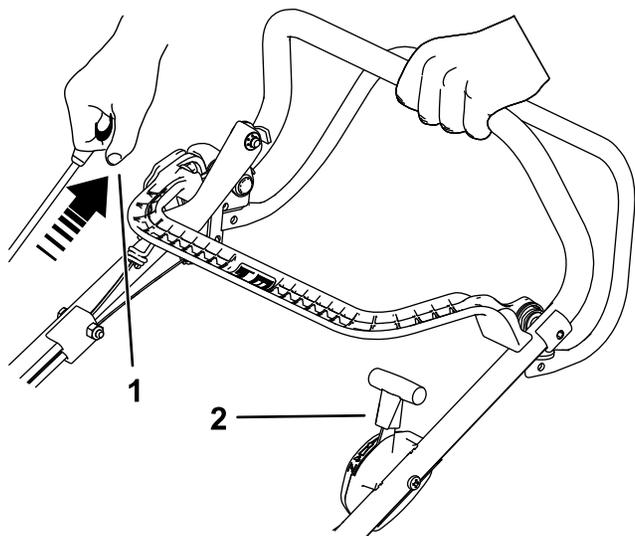

Рисунок 15
2. Потяните за рукоятку механического стартера, пока не почувствуете сопротивление, после чего резко дерните за нее для запуска двигателя. Когда двигатель запустится, медленно верните рычаг дроссельной заслонки в положение FAST (БЫСТРО), если ранее была включена воздушная заслонка (Рисунок 15).